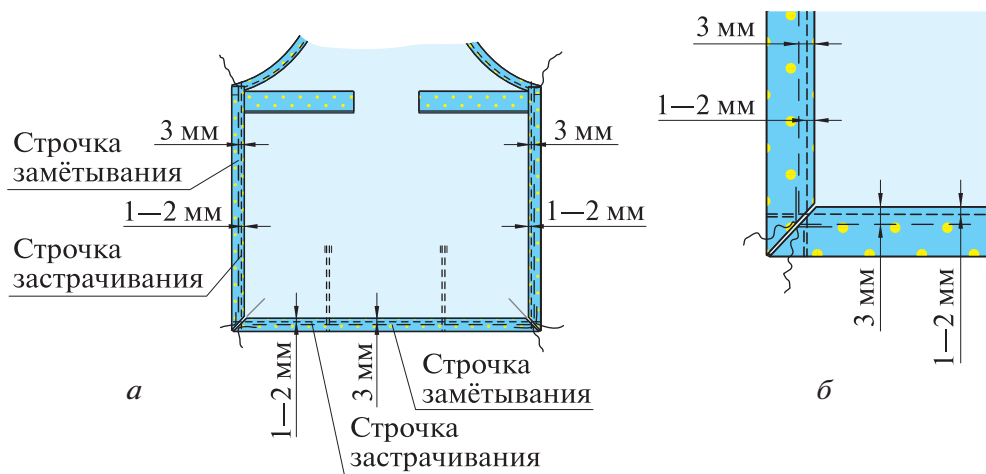

Рис. 6.43. Застрачивание нижнего и боковых срезов нижней части фартука
4. *Заматайте* до конца боковые припуски на расстоянии 3 мм от сгиба (вместе с деталями пояса) (рис. 6.43). *Застрочите* припуски (вместе с деталями пояса) на расстоянии 1—2 мм от сгиба (шов вподгибку с закрытым срезом). Сначала застрочите боковые припуски, затем нижний, в результате чего строчки в углах пересекутся.